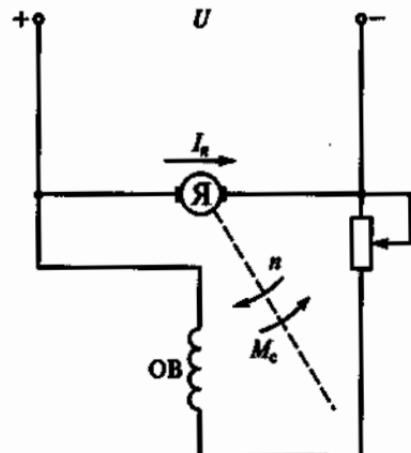

Рис. 252
10.58.Р. Как изменятся ток якоря I_a и частота вращения n двигателя (установившиеся значения) в схеме на рис. 252, если при неизменном моменте нагрузки M_c на валу двигателя передвинуть движок реостата вниз?